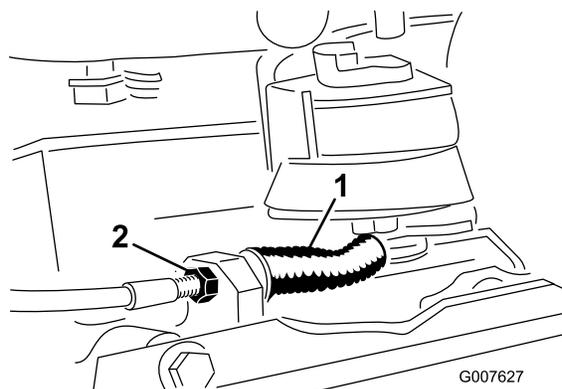

Рисунок 37
- Для уменьшения натяжения тросика отпускайте переднюю зажимную гайку тросика и затягивайте заднюю гайку (Рисунок 37). Повторите этапы 1 и 2 и при необходимости повторите регулировку.
- Для увеличения натяжения тросика затягивайте переднюю зажимную гайку тросика и отпускайте заднюю гайку (Рисунок 37). Повторите этапы 1 и 2 и при необходимости повторите регулировку.